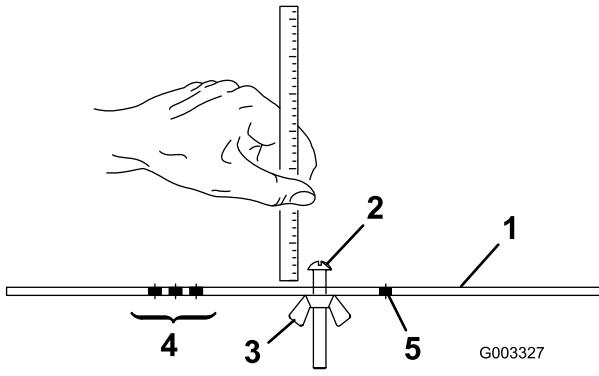

Bild 16
- Lösen Sie die Mutter an der Messlehre (Bild 16) und stellen Sie die Einstellschraube auf die gewünschte Schnitthöhe ein.